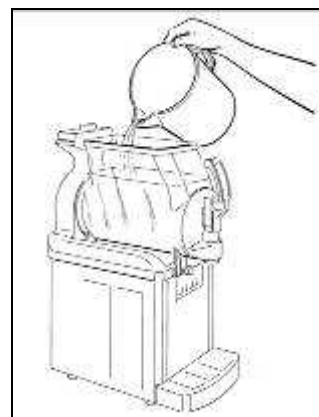

Fig. 23
- Riempire la vasca con acqua tiepida (fig.23) e rimettere entrambi i coperchi assicurandosi che il micro di sicurezza sia attivato.